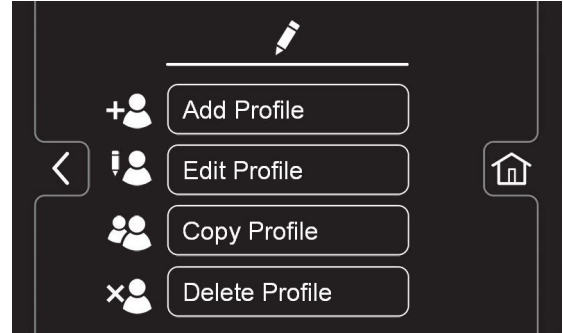

ABB. 151
11. Verwenden Sie die Tasten Profil bearbeiten, kopieren und löschen, um die aktuellen Benutzerprofile zu verwalten (Abbildung 151).